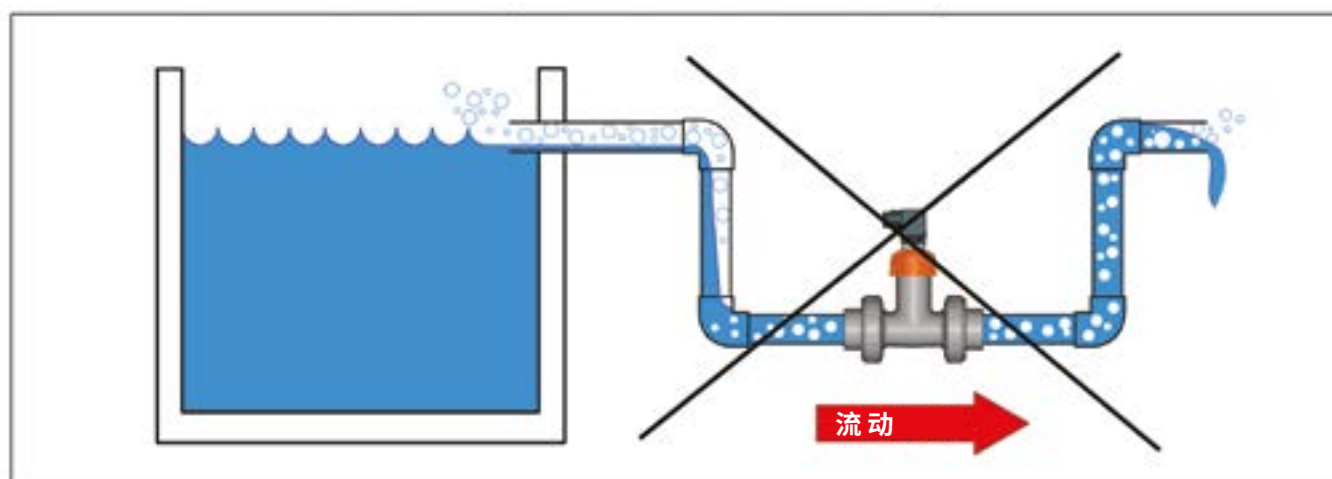

图 4
- 在重力式系统中, 与罐体的连接处必须设计成液面不低于入口, 以防止管道从罐体中吸入空气, 从而影响传感器的测量质量 (图 4)。